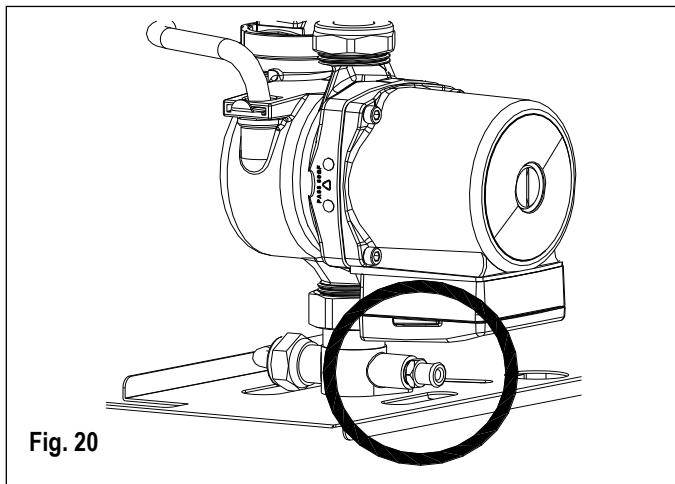

Fig. 20
**-Pour vidanger uniquement la chaudière, fermer les robinets départ/retour du circuit de chauffage. Ouvrir le robinet de vidange (fig.20) placé dans le collecteur de la pompe sur la partie inférieure de la chaudière.**